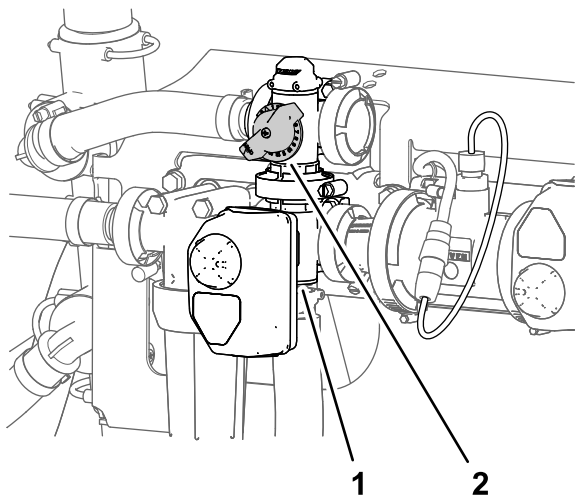

Figure 40
10. Réglez la vanne de dérivation d'agitation (Figure 40) à l'arrière de la vanne d'agitation jusqu'à ce que la pression indiquée sur le manomètre soit 6,89 bar (100 psi).